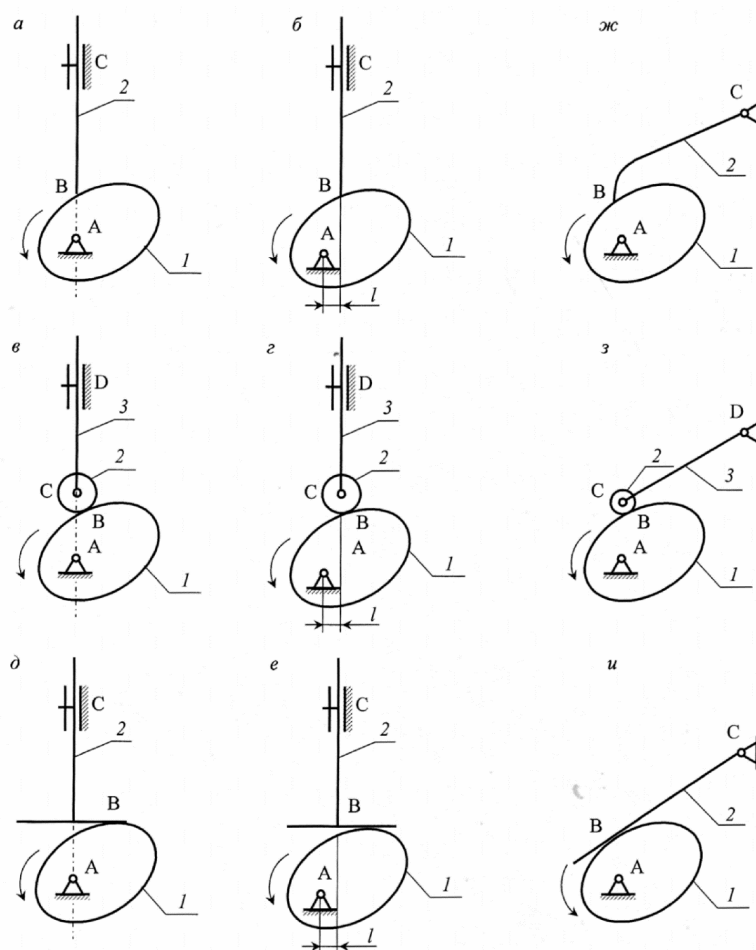

Рис. 1
8. Дайте подробную характеристику любому механизму на рис. 1.